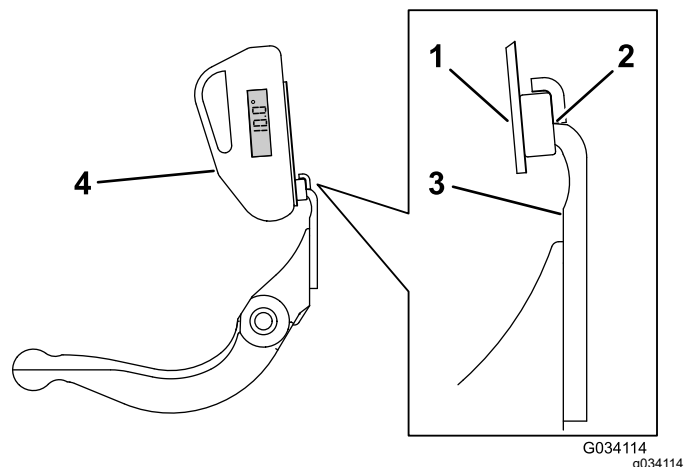

Рисунок 25
3. Установите крепление индикатора угла на кромке неподвижного ножа так, чтобы кромка магнита совпала с кромкой неподвижного ножа (Рисунок 25).
- Установите индикатор угла на крепление, как показано на Рисунок 25.